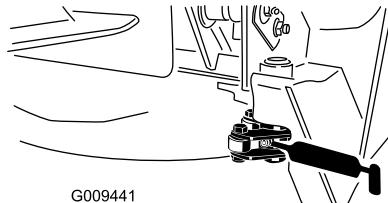

Figura 41
Fermo orientabile (2) (Figura 41)